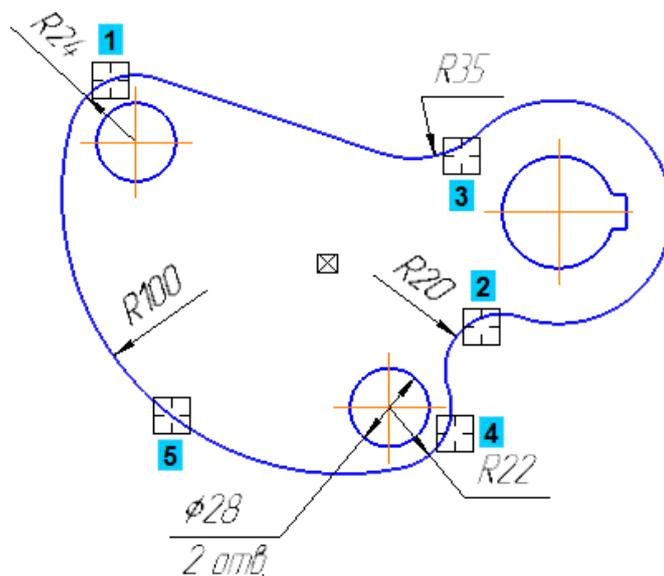

Рисунок 24.
- Если нужно построить размер к дуге большого радиуса, укажите дугу и нажмите кнопку Радиальный размер не от центра  в группе Тип на Панели свойств (курсор 5) (рис. 24).